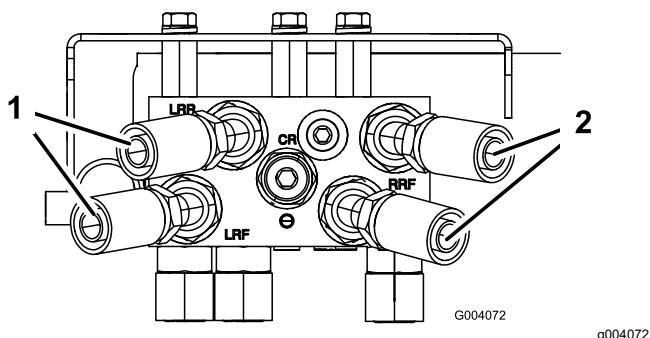

Bild 6
- Schrauben Sie das 45°-Anschlussstück lose an jedem Hydraulikschlauch auf die geraden Anschlussstücke hinten am Verteiler (Bild 6).